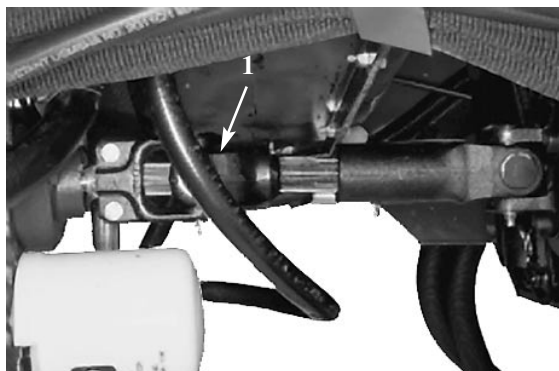

Figura 18
5. Una vez terminado el remolque, vuelva a colocar el árbol de transmisión según muestra la Figura 18. (Las acanaladuras están diseñadas para permitir el ensamblaje únicamente cuando las dos mitades del eje están orientadas correctamente.)